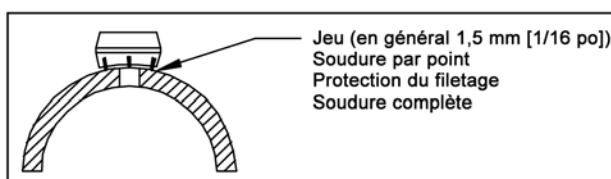

Figure 4. Jeu de soudure
- En utilisant le jeu de soudure approprié (généralement 1,5 mm [1/16 po]), soudez par point la bride de montage à l'emplacement requis (figure 4).